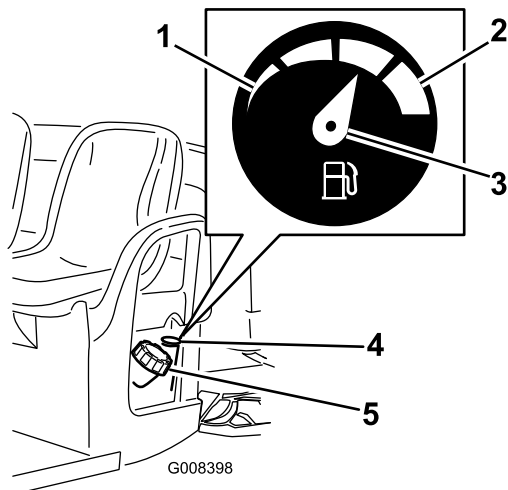

図 12
4. 燃料タンクのキャップ  図 12の周囲をきれいに拭く。